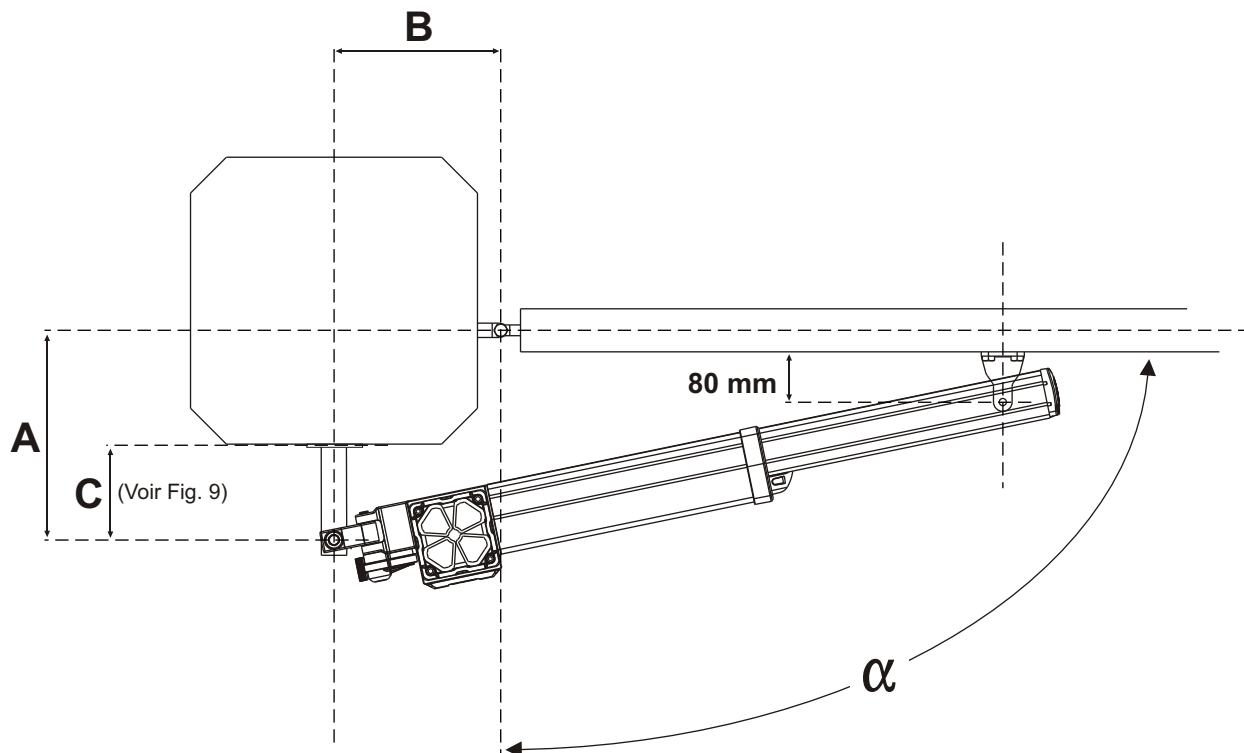

Fig. 7
2.2. Souder la bride postérieure au pilier (Fig. 6) en respectant la cote reportée dans Fig. 7 et 8.